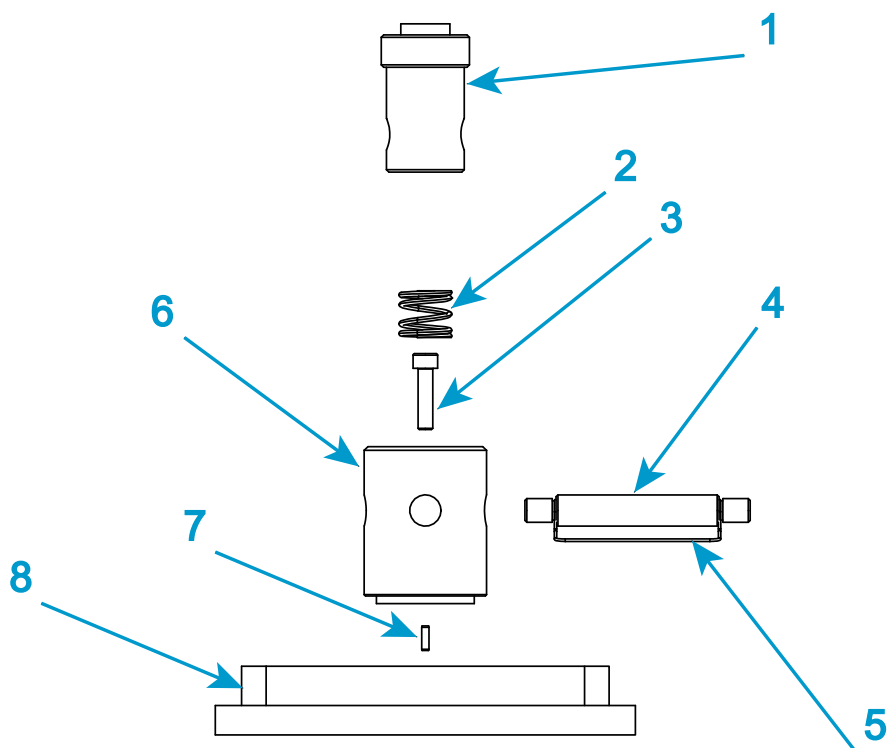

図18. タイプD ベース アダプタ
説明 図 18
1. 図 18 で確認できるロードセル回転防止ピンは1つのみです。これは、2つ目のピンがそのすぐ後ろに並んでいるためです。